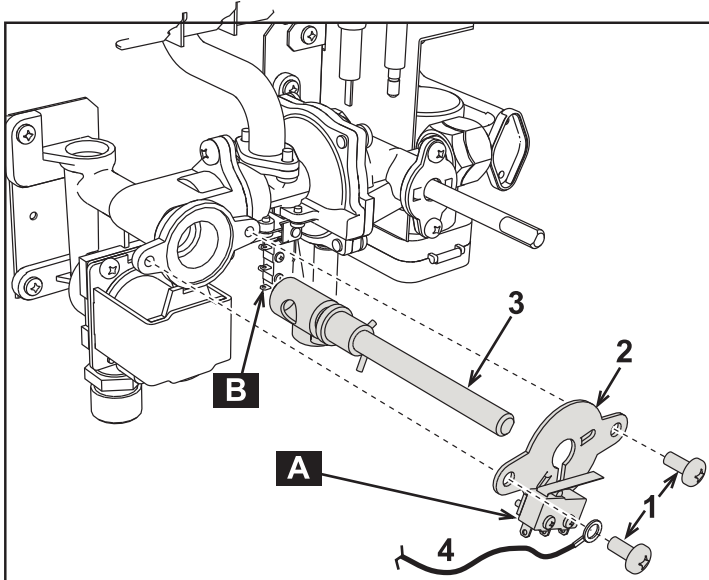
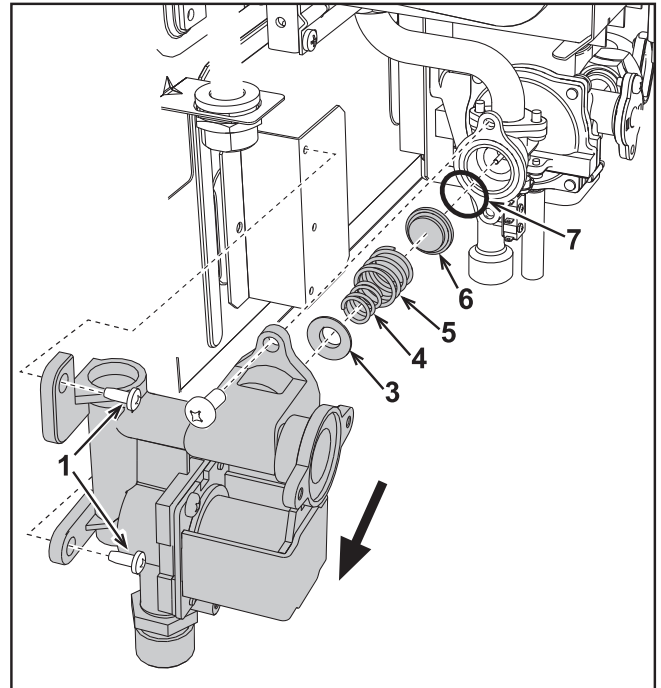

fig. 9
fig. 10
El microswitch (ref. A - fig.9) no actúa	Compruebe / cambie el micro
El microswitch de demanda (ref. A - fig.9) no actúa	Compruebe / cambie el micro
- fig. 9
- Desenrosque los dos tornillos (1), extraiga la placa (2) y sustituya el regulador de potencia (3).
- fig. 10
- Quite los dos tornillos (1) de fijación de la válvula de gas y sustituya el cono de modulación (6).
Reensamble todos los componentes verificando que la junta (7) esté bien posicionada y que el cable de masa (4 de fig.9) esté fijado correctamente.